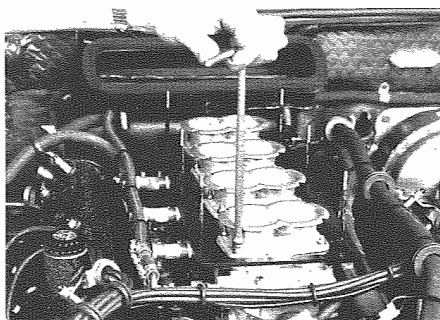

Fig. 8 - Smontaggio delle prese aria a trombetta
- Smontare le prese aria a trombetta (**Fig. 8**). Rimuovere le guarnizioni.
- Estrarre il tubo di sfiato vapori olio (**Fig. 8**).
- Remove air intake manifolds (**Fig. 8**). Remove gaskets.
- Take out oil breathing pipe (**Fig. 8**).